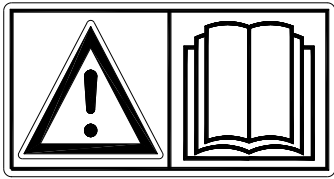

Abb. 1
**Lesen und verstehen** (Abb. 1) Sie die Betriebsanleitung, bevor Sie die Vibra-Sandmaster in Betrieb setzen.